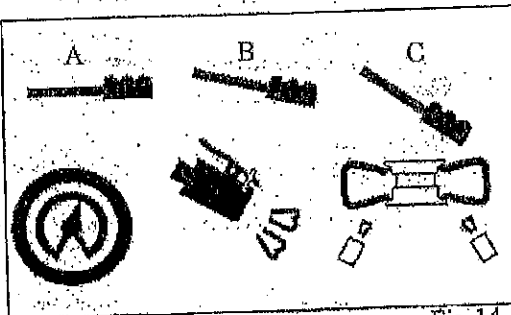

Fig 14
- Premere il pedale di gonfiaggio in posizione intermedia (B - Fig. 14).
- Se il pneumatico non si intalona sollevarlo manualmente in modo che il tallone superiore faccia tenuta contro il cerchio, quindi premere a fondo il pedale (C - Fig. 14). Un potente getto d'aria uscirà dagli ugelli posti sulle griffe consentendo l'intallazione.
- Rilasciare il pneumatico e sollevare leggermente il piede in modo da riportare il pedale in pos. B (fig. 14). Continuare il gonfiaggio sempre a brevi getti d'aria leggendo negli intervalli la pressione indicata sul manometro.